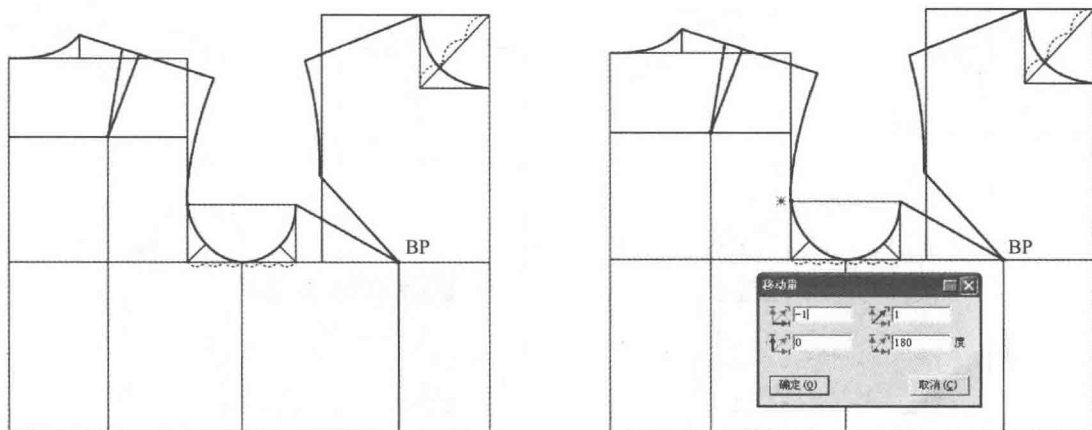

图4-24 画腰省步骤1
(1) 选择  【智能笔】工具从肩省省尖画一条垂直线与腰围线相交，从 BP 点画一条垂直线与腰围线相交，选择  【智能笔】工具把光标放在后袖窿弧线控制点上按【Enter】键，出现【移动量】对话框输入横向偏移量 -1cm，然后以此画一条垂直线与腰围线相交（图 4-24）。